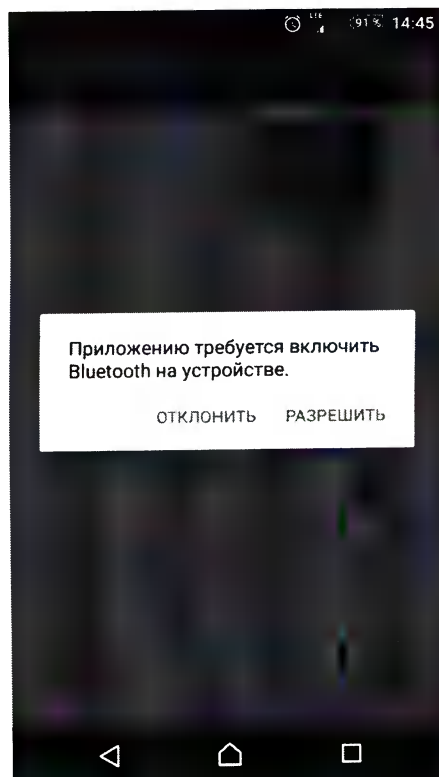

Рисунок 28 – Запрос Мобильного программного обеспечения на включение Bluetooth
2.4.8 Запустить Мобильное программное обеспечение, для этого коснуться иконки Мобильного программного обеспечения на экране мобильного устройства, как показано на рисунке 26. Если на мобильном устройстве выключен радиомодуль Bluetooth, Мобильное программное обеспечение выдаст запрос на его включение (рисунок 28). Для работы Мобильного программного обеспечения необходимо разрешить включение Bluetooth на устройстве.